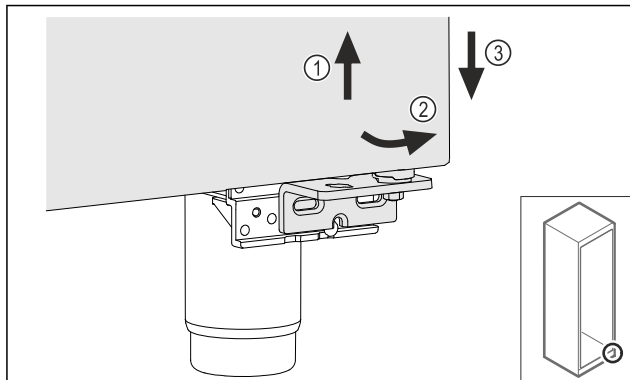

Fig. 21
- ▶ 将门稍微抬起 Fig. 21 (1)，底部向前倾斜 Fig. 21 (2) 并放下 Fig. 21 (3)。